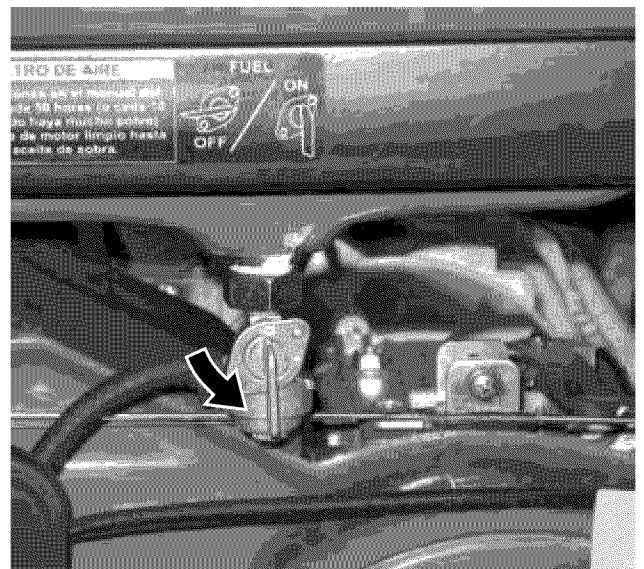

Figura 27 – Válvula de cierre del combustible en la posición **ON (encendido)**
- Mueva la válvula de cierre del combustible hasta la posición **ON (encendido)** (vea la Figura 27).